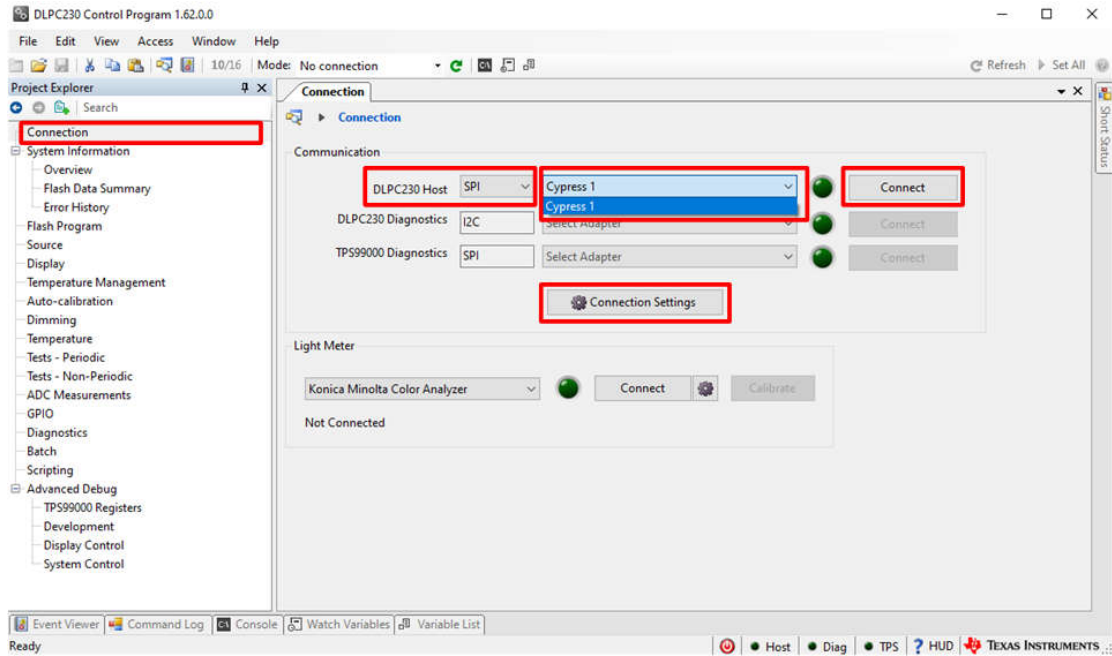

图 3-4. 通过 DLPC230-Q1 Automotive Control Program 连接到 DLPC231-Q1
- 在 Connection 页面中，将 DLPC230-Q1 Host 设置为 SPI 并从下拉菜单中选择 Cypress (请参阅图 3-4)。请注意，必须通过 micro-USB 电缆将 Cypress 连接到计算机才能在下拉菜单中显示。